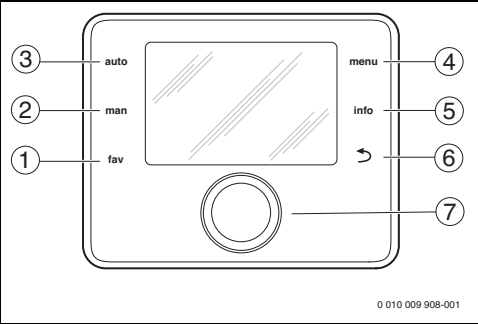

Fig. 1 *Elementi di servizio*
- premere e ruotare la manopola con pulsante di selezione (→ fig. 1, [7]) finché non viene visualizzata la zona di ventilazione anziché il circuito di riscaldamento oppure il circuito di riscaldamento anziché la zona di ventilazione.